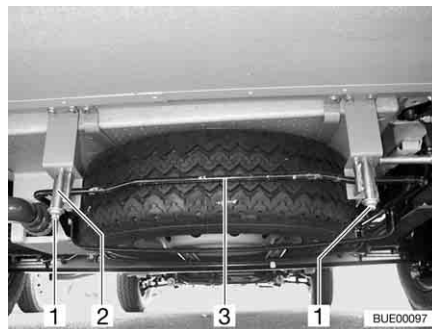

Fig. 256 Système de maintien de la roue de secours (panier)
- Desserrer les écrous (Fig. 256,1) des crochets arrière droit et gauche (Fig. 256,2) du système de maintien de la roue de secours.
- Pousser légèrement le tenon (Fig. 256,3) vers le haut. Tirer simultanément le crochet vers le bas et décrocher le tenon.